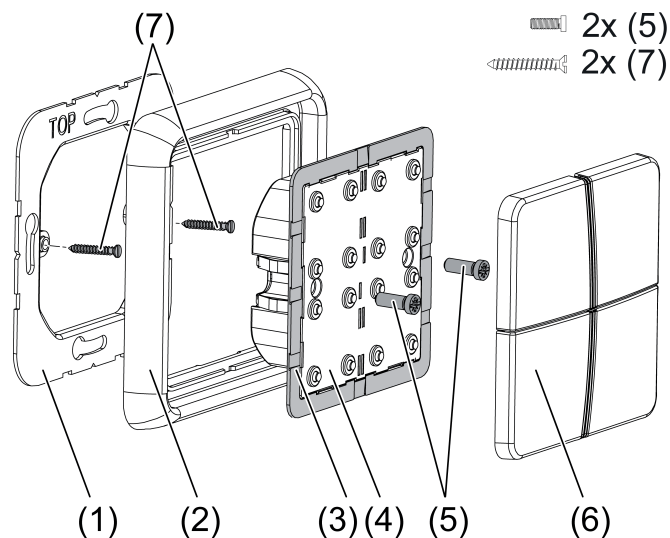

Bild 1: Geräteaufbau
- Adapterrahmen (3) lagerichtig von vorn auf das Tastsensor-Modul (4) aufrasten (Bild 1). Kennzeichnung **TOP** = oben beachten.